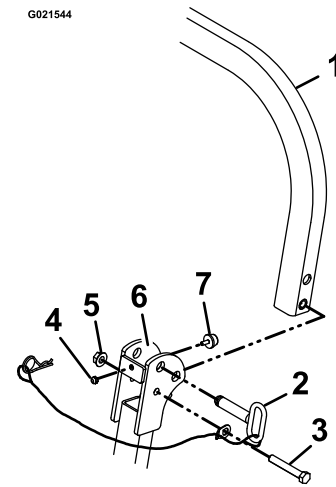

Figura 4
3. Lubrique ligeramente las superficies internas de las placas de montaje del extremo superior de los tubos inferiores de la barra anti-vuelco (Figura 4).
4. Localice la sección superior en forma de U de la barra anti-vuelco e instale la sección superior de la barra anti-vuelco usando un tornillo de cabeza hexagonal ( $\frac{1}{2}$ " x  $3\frac{1}{4}$ ") y una contratuerca ( $\frac{1}{2}$ ") en cada lado (Figura 4).
6. Eleve la barra anti-vuelco a la posición vertical, instale el pasador de enganche (el asidero ovalado debe quedar hacia el exterior de la máquina), y sujételo con la chaveta en cada lado (Figura 4).